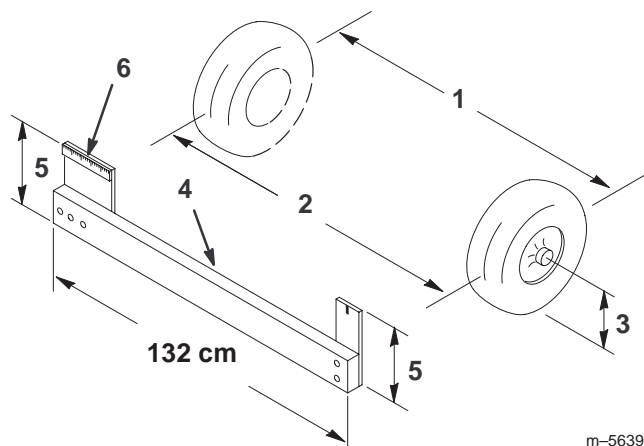

Figure 27
2. Mesurez la distance entre les roues avant à hauteur d'essieu, à l'avant et à l'arrière des roues (Fig. 27). Un gabarit ou un compas à verges est nécessaire pour mesurer
l'arrière des roues avant à hauteur d'essieu. Utilisez le même gabarit ou outil pour mesurer précisément l'avant des roues avant à hauteur d'essieu (Fig. 27).